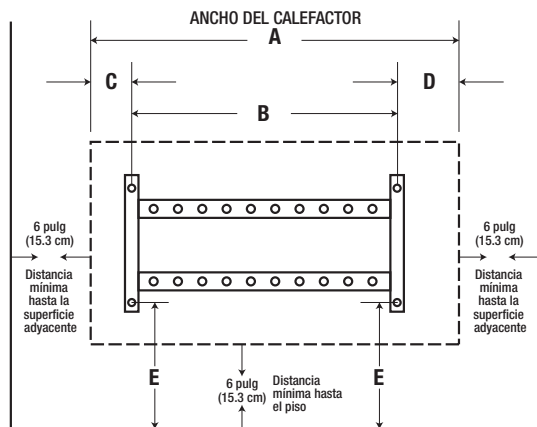

Fig. 1
Elija un lugar adecuado para instalar el calefactor por convección. El lugar debe tener un espacio libre y una distancia sobre el suelo suficientes, como se muestra en la fig. 1.
2. Use el soporte de montaje como una plantilla. Para hacerlo, sosténgalo contra la pared, como se muestra en la fig. 1.
3. Respete las dimensiones especificadas en la fig. 1 y coloque el soporte de montaje en el lugar elegido.